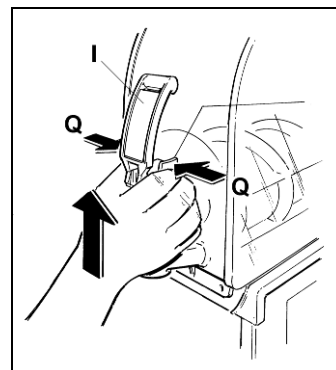

Fig. 3
- **P**resione simultáneamente las dos aletas de bloqueo Q y levante el grifo I para extraerlo de su alojamiento (véase fig.3).